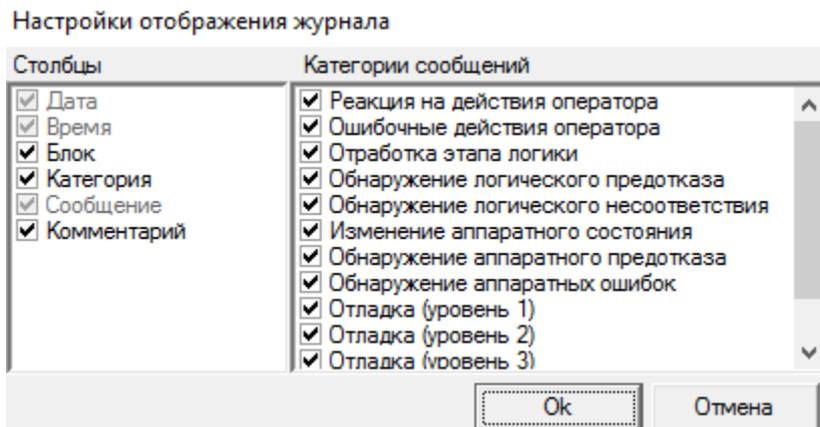

Рисунок 7.17 – Окно настроек журнала АРМ ЭЦ
- 4 «Категория» – категория сообщения (виды категорий показывает рисунок 7.17);
– кнопка «Настройки». При нажатии на данную кнопку появляется окно «Настройки отображения журнала» (рисунок 7.17), представляющее собой фильтр внешнего вида таблицы журнала АРМ ЭЦ.